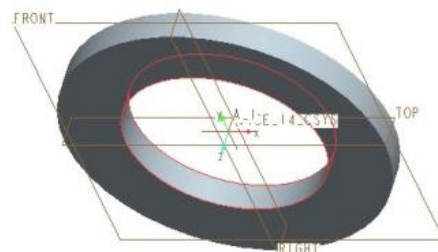

図 7-84 穴あけ完了
- これで押し出しの作業は完了するので右上のフィーチャー終了 ボタンを押してフィーチャー画面を終了させる。できあがった環状の部品を図 7-84 に示す。